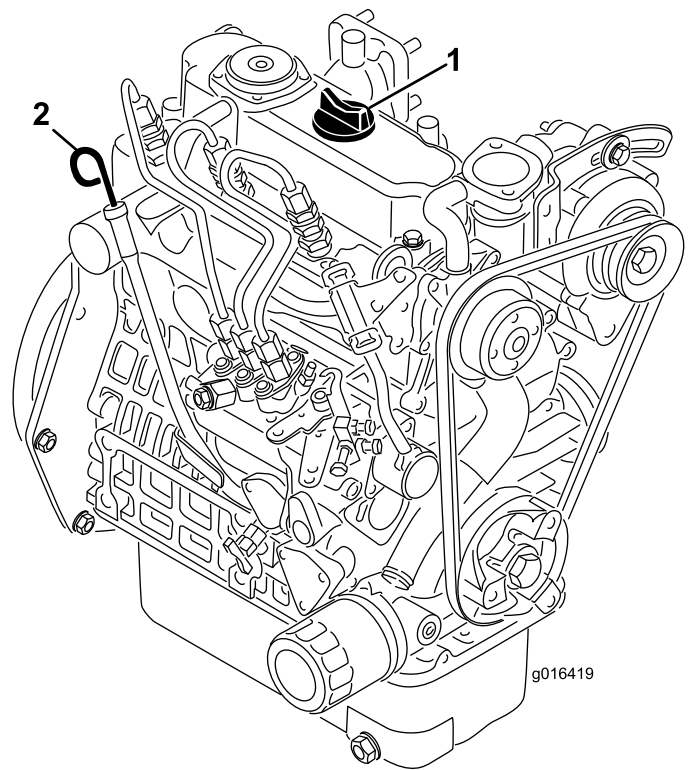

図 35
- ディップスティックを抜きウェスで一度きれいに拭く(図 35)。